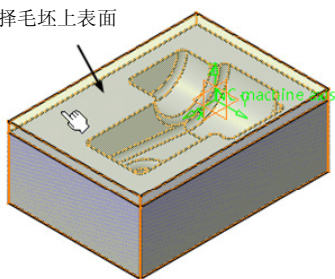

图 3-99 创建安全平面 (2)
- 单击 Safety plane 按钮 , 系统提示 “Select a planar face or point to define the safety plane”, 一般选择毛坯上表面, 系统创建安全平面 (2) 如图 3-99 所示。